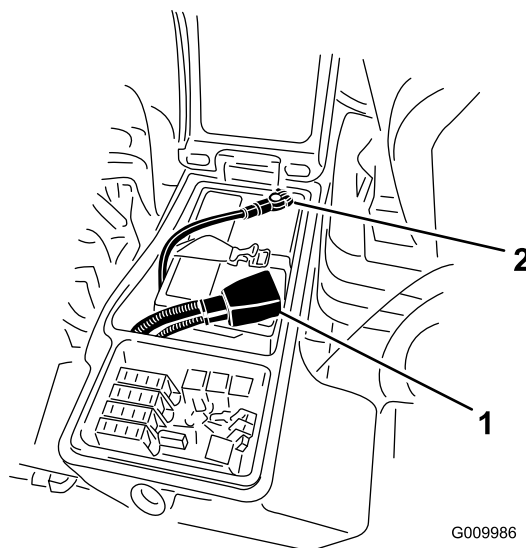

Figura 33
4. Collegate il cavo positivo (rosso) al terminale positivo (+) e il cavo negativo (nero) al terminale negativo (-) della batteria (Figura 33). Fissate i cavi ai poli con viti a testa cilindrica e dadi. Verificate che il morsetto positivo (+) sia completamente sul polo, e che il cavo sia posizionato in modo aderente alla batteria. Il cavo non deve toccare il coperchio della batteria. Fate scorrere la guaina di gomma sul morsetto positivo per evitare un cortocircuito.